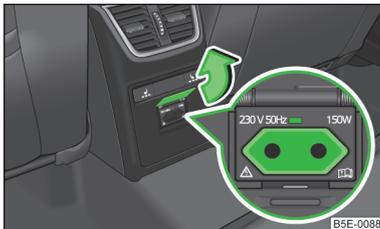

Abb. 76
- Die Abdeckung der Steckdose in Pfeilrichtung aufklappen » Abb. 76.